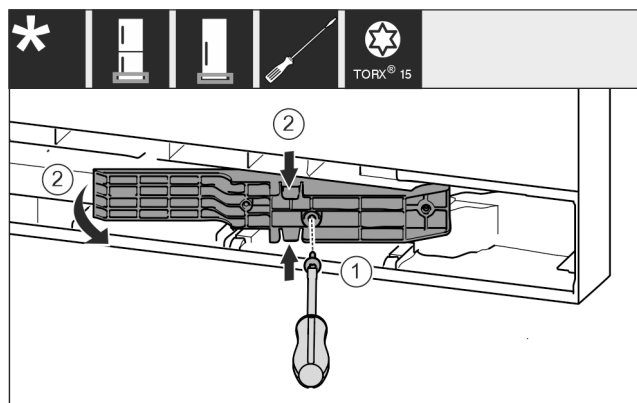

Fig. 18 *
- Soltar los tornillos con el destornillador T15. Fig. 18 (1)*
- Extraer la pieza adaptadora. Fig. 18 (2)*